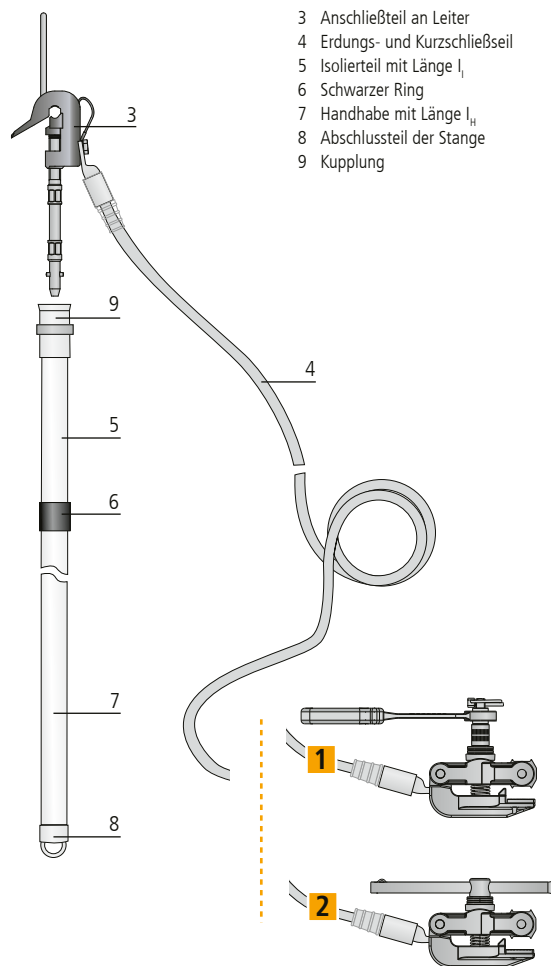

Bild 1 Einpolige Erdungs- und Kurzschließvorrichtung
- 2.1 Erdungs- und Kurzschließeile an freigeschalteten Leitern, dürfen nur mit Erdungsstangen angebracht werden, siehe Bild 1 und 6. Dabei darf die Erdungsstange nur an der Handhabe (bis zum schwarzen Ring oder zur schwarzen Begrenzungsscheibe) gefasst werden.